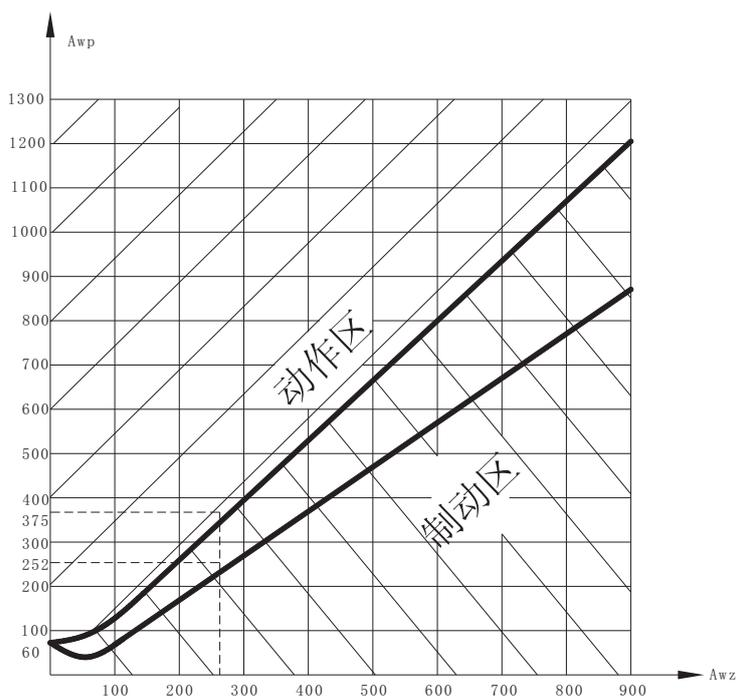

图 3 制作特性曲线
4. 由动作电流与制动电流的比值所决定的制动系数 $K_z$ 可以在广泛的范围内变化，图3的制动特性 $AW_p=f(AW_z)$ 是其极限范围，它与工作电流和制动电流间的相位角有关，但无论在任何角下都不应超出曲线的范围。